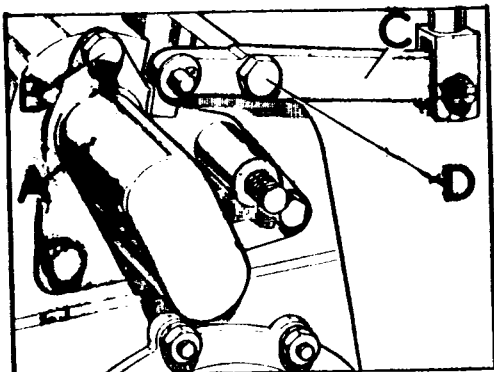

Fig. C-53 Mandos de las barras correderas
- 1.1.1. Desmontar la palanca transversal, C (Fig. C-53) para la tracción total y separar el guardapolvo, A, de las barras correderas, sujeta por los tornillos, B.